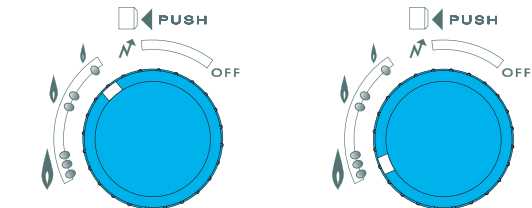

рис. 11
- Данный водонагреватель с автоматической регулировкой мощности оборудован системой, позволяющей пользователю установить ограничение максимальной мощности. Для этого установите регулятор (23) в положение между отметками “0” и “(N)” (рис. 11).